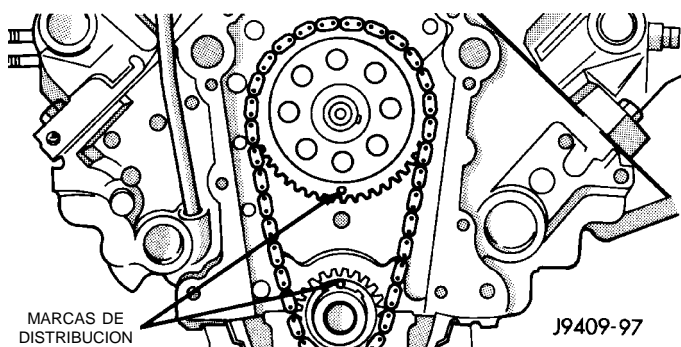

Fig. 6 Alineación de las marcas de distribución
(6) Coloque la rueda dentada del árbol de levas y la del cigüeñal en el banco, situando las marcas de distribución en una línea central imaginaria exacta a través de los huecos del árbol de levas y del cigüeñal.
(7) Coloque la cadena de distribución alrededor de ambas ruedas dentadas.
(8) Haga girar el cigüeñal y el árbol de levas para alinearlos con la ranura de chaveta en la rueda dentada de cada uno ellos.
(9) Levante las ruedas dentadas y la cadena (mantenga las ruedas dentadas contra la cadena en posición tal como se describe).
(10) Deslice uniformemente ambas ruedas dentadas sobre sus respectivos ejes y utilice un escantillón para verificar la alineación de las marcas de distribución (Fig. 6).